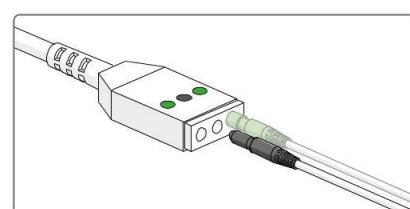

Figure 20. Connectez l'électrode de dispersion au câble principal
5. Connectez l'électrode de dispersion au câble principal : insérez la fiche noire du câble dans le connecteur du câble principal marqué d'un point noir, voir la figure 20.